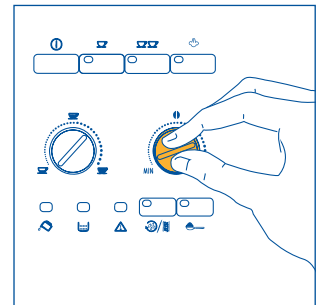
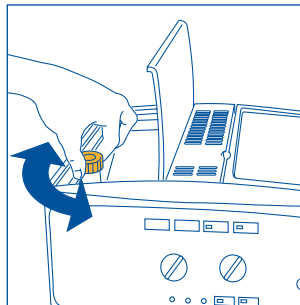

Abb.7
Abb. 17
- 2) Mit dem rechten Drehknopf (Abb. 7) die Einstellung des gewünschten Kaffeegeschmacks vornehmen. Je weiter Sie nach rechts drehen, desto höher ist die Kaffeebohnenmenge, die die Kaffeemaschine mahlen wird; demzufolge wird auch der Kaffeegeschmack stärker ausfallen. Beim ersten Gebrauch der Kaffeemaschine bereiten Sie versuchsweise mehrere verschiedene Kaffees zu, um die für Sie richtige Position des Drehknopfs herauszufinden. Achten Sie darauf, nicht zu weit nach rechts zu drehen, da sonst das Risiko besteht, dass die Kaffeeausgabe zu langsam erfolgt (tröpfchenweise), vor allem bei dem Bezug von zwei Tassen Kaffee.
**HINWEIS 1:** Wenn der Kaffee tröpfchenweise oder nicht ganz heraustritt, muss der Drehknopf zur Einstellung des Mahlgrads (Abb. 17) um eine Position nach rechts gedreht werden (siehe Kap. 6). Drehen Sie jeweils um eine Position, bis eine zufriedenstellende Kaffeeabgabe erreicht wird.
**HINWEIS 2:** Falls der Kaffee zu schnell heraustritt und die Crema nicht nach Ihrem Geschmack ausgefallen ist, den rechten Drehknopf (Abb. 7) etwas nach rechts drehen. Gehen Sie versuchsweise vor, und bereiten Sie mehrere Kaffees zu, um die richtige Position des Drehknopfs herauszufinden. Achten Sie darauf, den Drehknopf nicht zu sehr nach rechts zu drehen, da sonst das Risiko besteht, dass der Kaffee zu langsam ausläuft (tröpfchenweise), vor allem bei der Zubereitung von zwei Tassen Kaffee. Falls nach einigen Kaffees, die Crema noch immer nicht zu Ihrer Zufriedenheit ausfallen sollte, drehen Sie auch den Drehknopf zur Einstellung des Mahlgrads (Abb. 17) um eine Position nach links (siehe Kap. 6).
Zur Behebung dieser Störung muss der Mahlgrad des Mahlwerks neu eingestellt werden. Hierzu den Drehknopf zur Einstellung des Mahlwerks drehen (Abb. 17), und zwar um eine Position nach links (wie in Kap. 6 beschrieben).
Falls die Kaffeeausgabe dennoch nach den ersten Kaffees zu schnell oder zu langsam (tröpfchenweise) erfolgen sollte, muss dies durch den Drehknopf zur Einstellung des Mahlgrads (Abb. 17) korrigiert werden. Durch Drehen um eine Position nach rechts (entspricht einer Ziffer), erfolgt eine schnellere Kaffeeausgabe (nicht tröpfchenweise).